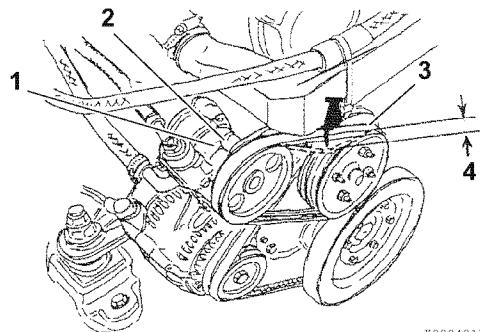

Figura 16
1. Controllare la cinghia spingendola al centro (3, **Figura 16**) con il dito.
Se la tensione è corretta, la cinghia deve flettersi di 8 - 10 mm (circa 3/8") (4, **Figura 16**).
2. Allentare il bullone della pompa del servosterzo (2, **Figura 16**) e spostare la pompa dell'olio (1, **Figura 16**) per regolare la tensione della cinghia.